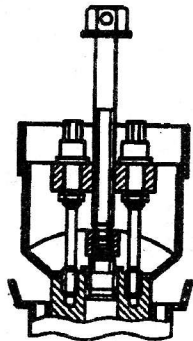

Рис. 198. Съемник рулевого колеса 7823-6093
- ослабить посадку рулевого колеса на валу с помощью съемника 7823-6093 (рис. 198);